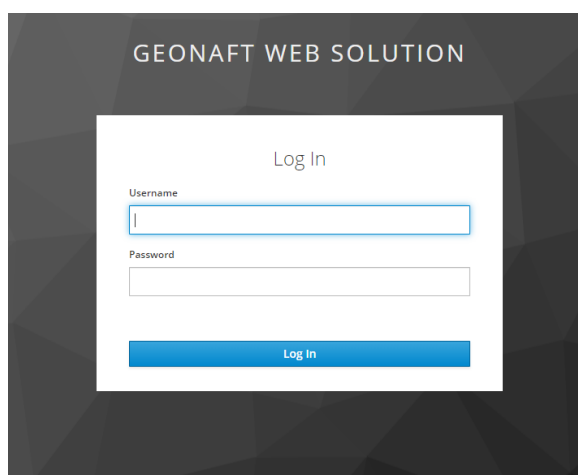

Рисунок 1 Окно с формой авторизации
- Дождаться переадресации на страницу авторизации (Рисунок 1). Ввести в соответствующие поля логин и пароль. В случае, если пользователь ранее был уже авторизован, и информация об этом сохранена в кэше браузера, то данный шаг будет пропущен.